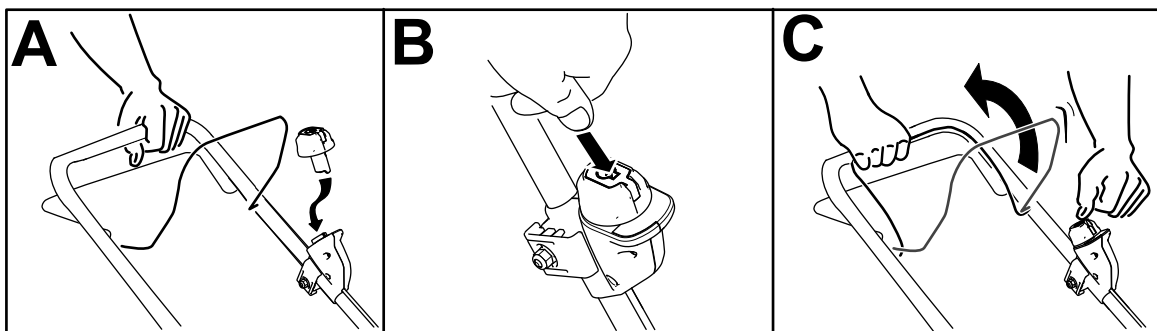

Figura 12
2. Inserte el botón de arranque eléctrico en el arrancador eléctrico (Figura 12, A).
3. Pulse el botón de arranque eléctrico y manténgalo pulsado (Figura 12, B).
4. Apriete la barra de control de la cuchilla y sujétela contra el manillar hasta que el motor arranque (Figura 12, C).